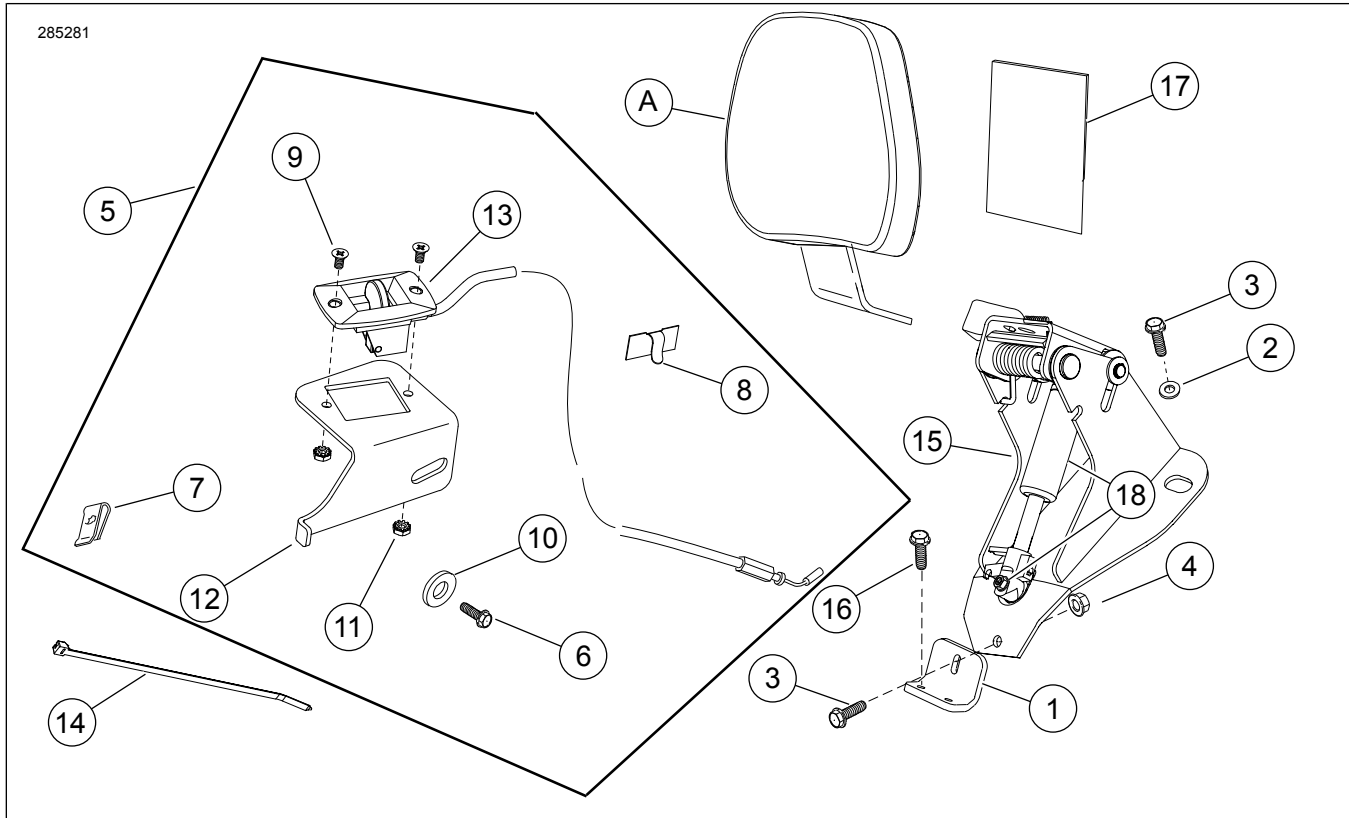

Figure 9. Mga Pamalit na Piyesa: FL na Pang-mount na Kit para sa Naa-adjust na Backrest ng Rider
Tingnan ang Figure 9 at Talahanayan 1 .
7. Figure 9 I-mount ang actuator handle na may kable (13) sa bracket ng actuator handle (12) gamit ang mga turnilyo (9) at mga locknut (11).
11. Figure 9 Kunin ang clip na may pandikit sa likod (8) mula sa kit. Linisin ang flat na bahagi ng bracket ng pang-adjust na handle humigit-kumulang sa lokasyon kung saan tinanggal ang stock clip ng kable ng spark plug gamit ang isopropyl alcohol. Ikabit ang clip sa bracket at iruta ang kable ng spark plug at evaporator tube (kung mayroon) papasok sa clip. Tupiin ang clip para maayos na maikabit ang kable at/o tubo.
4. Figure 9 Kunin ang pamprotekta ng upuan (17).